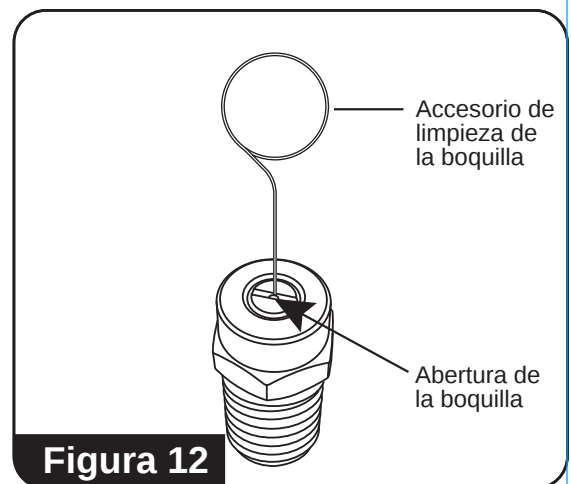

Figura 12
4. Con el accesorio de limpieza de la boquilla, libere cualquier material que obstruya o restrinja las aberturas de la boquilla. **(Consulte la figura 12)**